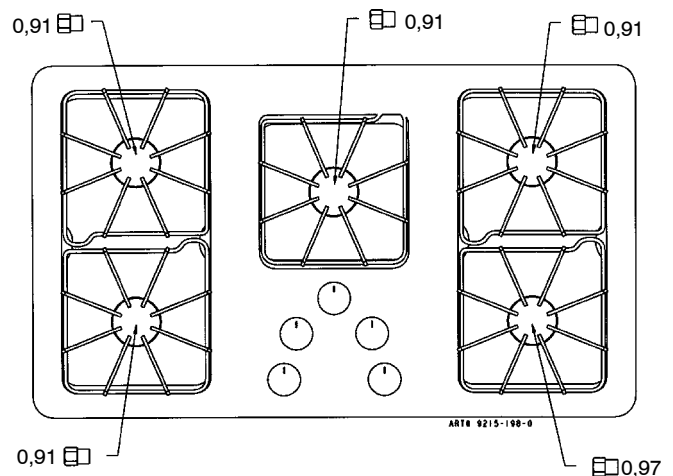

FIGURE 8
- Étape 4 :** Trouver le paquet de raccords à orifice GPL inclus avec la documentation. Les raccords ont un nombre estampillé en petits chiffres sur le côté. Ce nombre est un code du diamètre de l'orifice et de l'emplacement du brûleur qui lui convient. Les figures 8 et 9 montrent l'emplacement correct d'un raccord à orifice pour GPL.